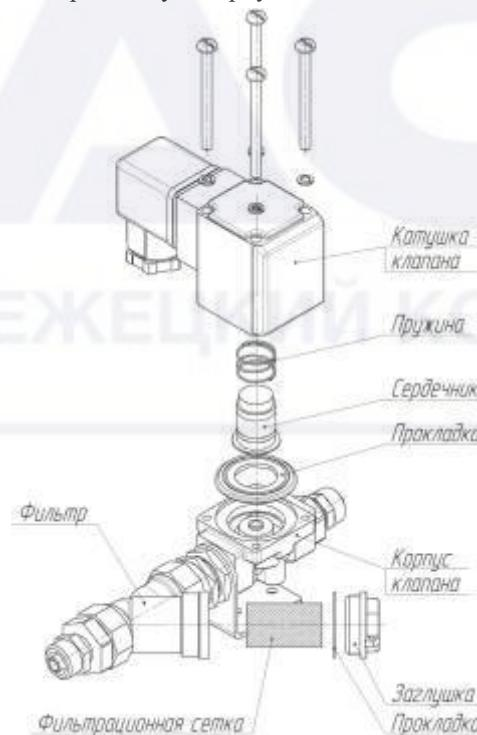

Рисунок 5 Разборка и очистка блока слива конденсата
4.6 Блок слива конденсата (рис. 5) пред назначено для удаления выделившейся влаги. Устройство состоит из электромагнитного клапана и сантехнического фильтра. Сигнал на управление электромагнитным клапаном подается электронным блоком управления.